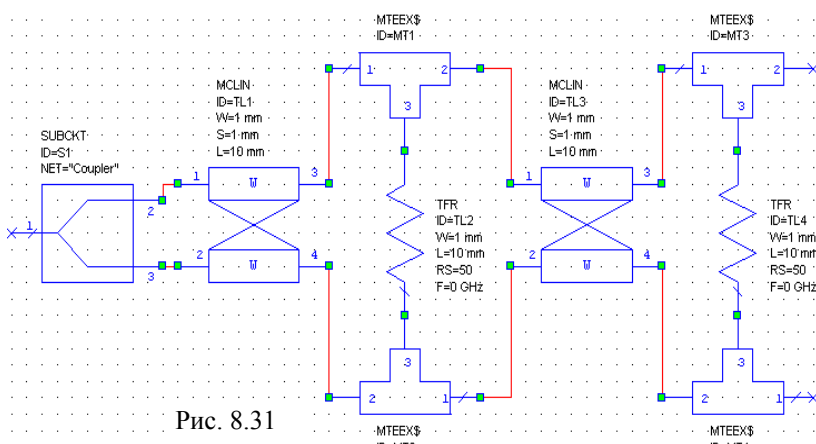

Рис. 8.31
14. Выделите все элементы схемы, кроме элемента подсхемы как показано на рис. 8.31, и скопируйте их, щёлкнув по значку **Copy** на панели инструментов.
15. Щёлкните по значку **Paste** на панели инструментов и подключите скопированную часть схемы к уже имеющейся, как показано на рис. 8.31.